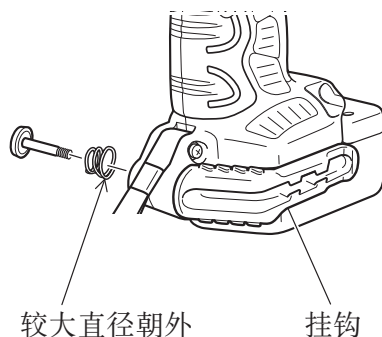

图 13
- (c) 将挂钩和弹簧安装在另一侧并用螺钉固定。(图 13)
请注意弹簧的方向。请按较大直径朝外的方向安弹簧(图 13)